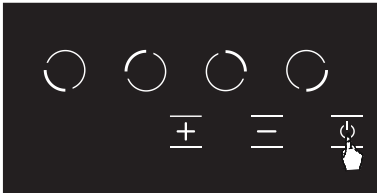

Abbildung 11
1. durch Berühren der **Power** Taste kann der Herd abgeschaltet werden. (siehe Abb. 11)